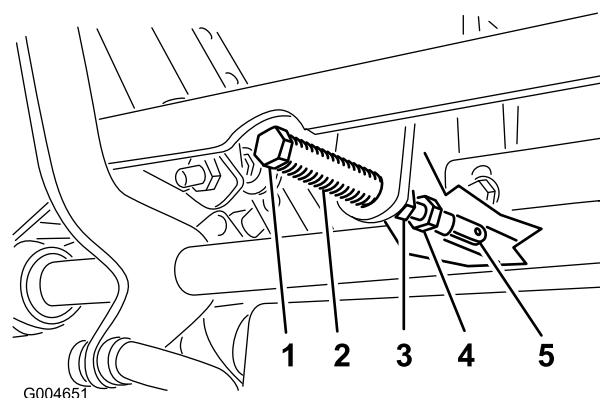

Рисунок 54
5. Потяните рычаг назад так, чтобы штифт с отверстием (на рычаге над поворотным шкворнем) вошел в контакт с концом паза (только начал надавливать на пружину), как показано на Рисунок 54.
7. Если требуется регулировка, ослабьте гайку и контргайку, прижимающую рычаг к вилке (Рисунок 54).
8. Слегка надавив в направлении назад на рычаг управления движением, поверните головку регулировочного болта в соответствующем направлении так, чтобы рычаг управления расположился по центру в НЕЙТРАЛЬНОМ ФИКСИРОВАННОМ положении (Рисунок 54).
9. Затяните гайку и контргайку (Рисунок 54).
10. Затяните контргайки в месте расположения шаровых шарниров (Рисунок 54).